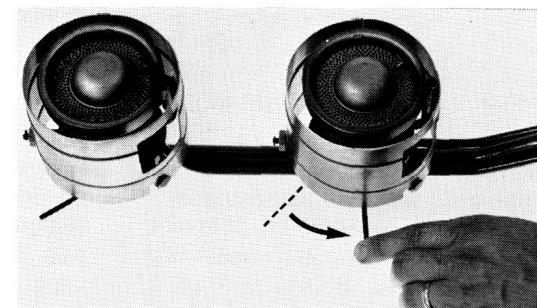

Fig 39
- Strahlablenker ein- bis zweimal rasch über Düsenöffnung bringen und sofort wieder loslassen (Fig 39).
- Amener rapidement 1 à 2 fois le levier déviateur du jet sur l'ouverture du gicleur (Fig 39).
- Far passare in fretta una o due volte il deviatore sul foro dell'iniettore (Fig 39).